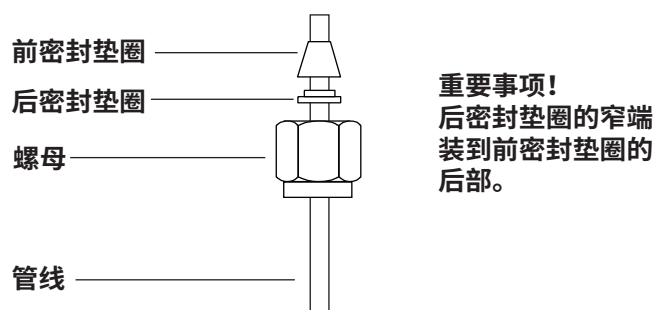

图 16. Swagelok 螺母和密封垫圈
- 1 将 Swagelok 螺母、后密封垫圈和前密封垫圈置于管线中，如图 16 所示。